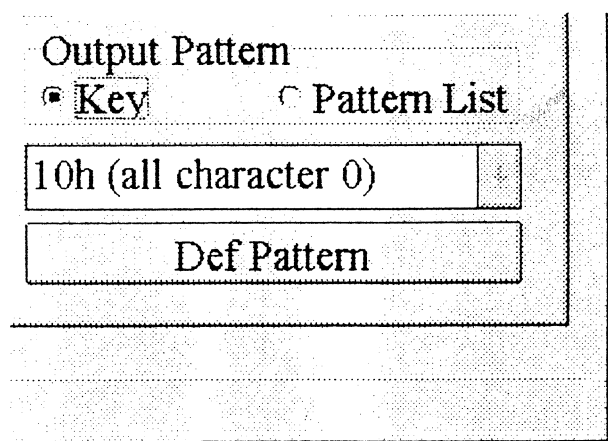
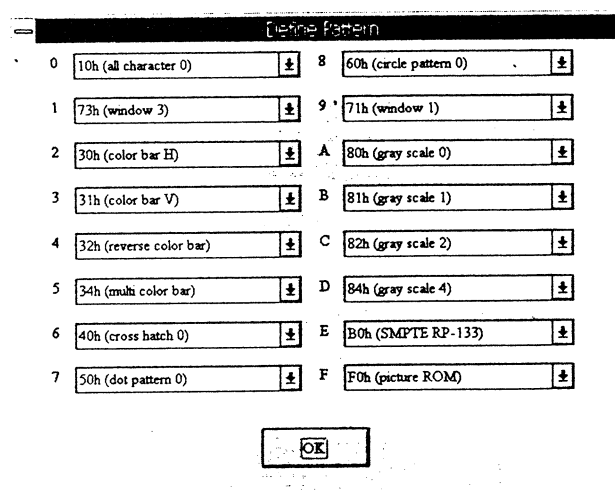
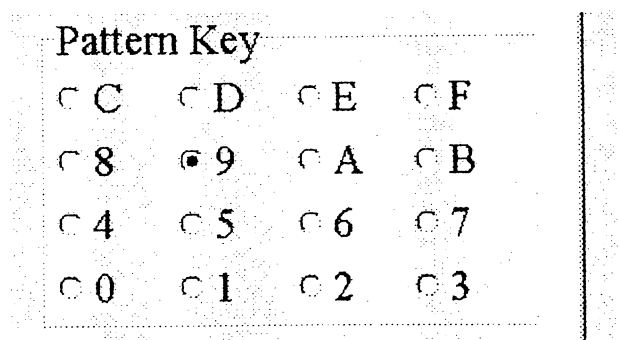

図5.4
図5.5
図5.6
- ①図5.4の「Output Pattern」の「Key」を選択します。
- ②「Def Pattern」のボタンがクリック可能（グレイから黒に変わる）になりますのでこのボタンをクリックします。
- ③図5.5のように設定メニューが現れます。
- ④「Pattern List」モードと同じように必要なパターンキーナンバーのパターンナンバー入力BOXの「↓」をクリックします。
- ⑤「Pattern List」モードと同じようにパターンナンバーリストが現れますので「↑」、「↓」で表示範囲を移動して希望のパターンナンバーを選択します。
- ⑥図5.6のように④で設定した「Pattern Key」のナンバーのところをクリックし選択マークを付けます。